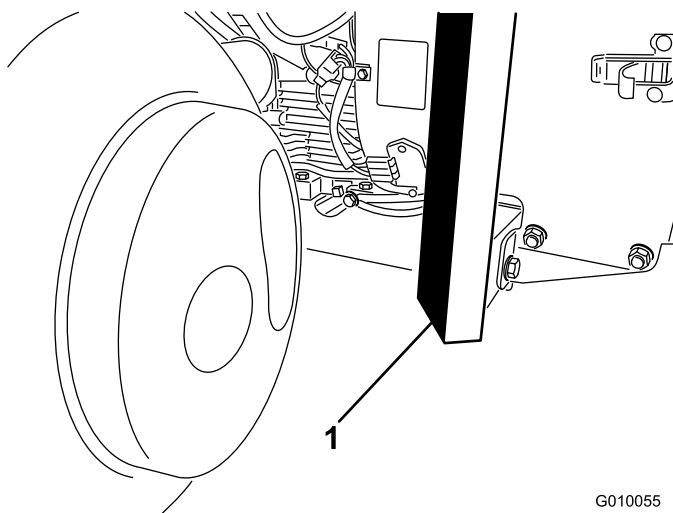

Figure 38
3. Placez le cric correctement sous l'avant du cadre (Figure 38).